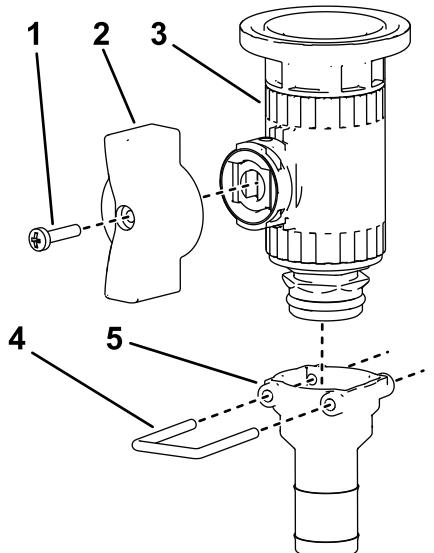

Figure 22
10. Montez la poignée à oreilles verte et le raccord droit sur la vanne de commande à bride au moyen de l'étrier, comme montré à la Figure 22.